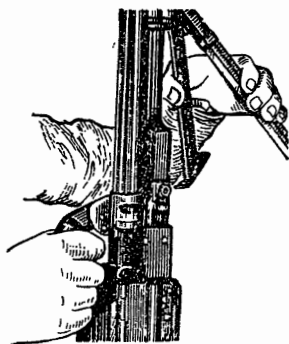

Рис. 13. Складывание ног сошки
11) сложить ноги сошки. Правой рукой поставить пулемет в вертикальное положение; левой рукой, несколько сведя ноги сошки (рис. 13), прижать их к стволу и скрепить пружинной застёжкой.